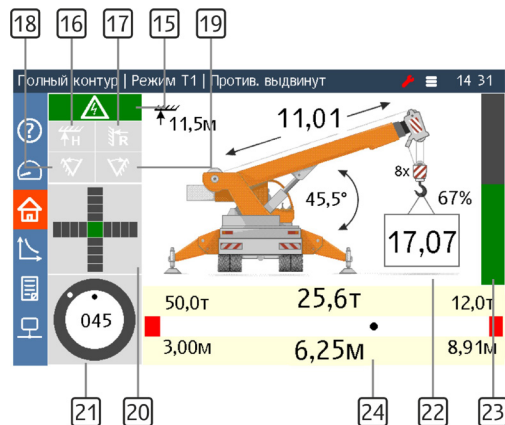

Рисунок 4. Основной экран
3. Убедиться в запуске блока индикации, включении основного экрана (см. рисунок 4), проконтролировать яркость и четкость изображения.
Элементы основного экрана отмечены на рис. 4. На данном экране отображаются основные параметры крана: масса поднимаемого груза, грузоподъемность крана для текущего вылета, вылет, длина стрелы, степень загрузки крана, угол наклона стрелы, высота подъема оголовка стрелы.